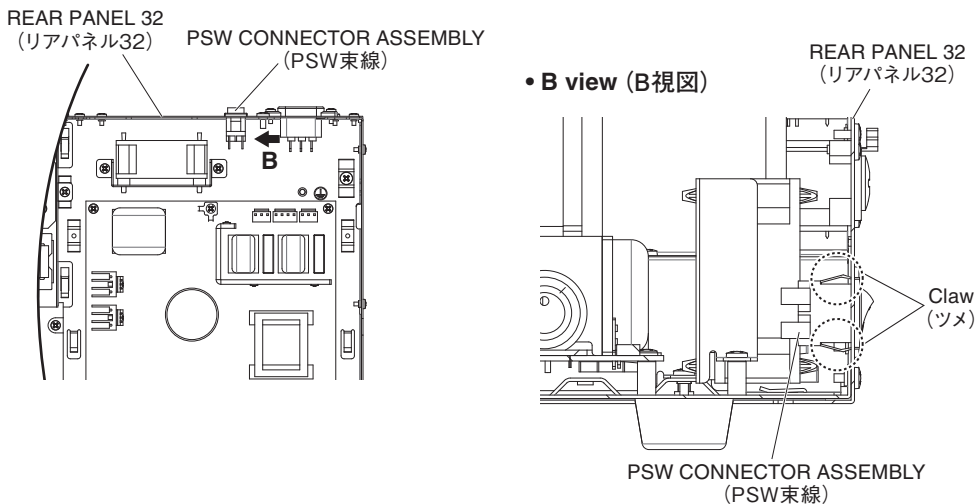

Fig. 13 (図13)
- A-7-8-1 Hold down the claws of the PSW connector assembly from inside, and remove the PSW connector assembly from the outside of the rear panel 32. (Fig. 13)
- A-7-8-1 PSW 束線のツメを押さえながら、PSW 束線をリアパネル 32 の外側から引き抜きます。(図 13)